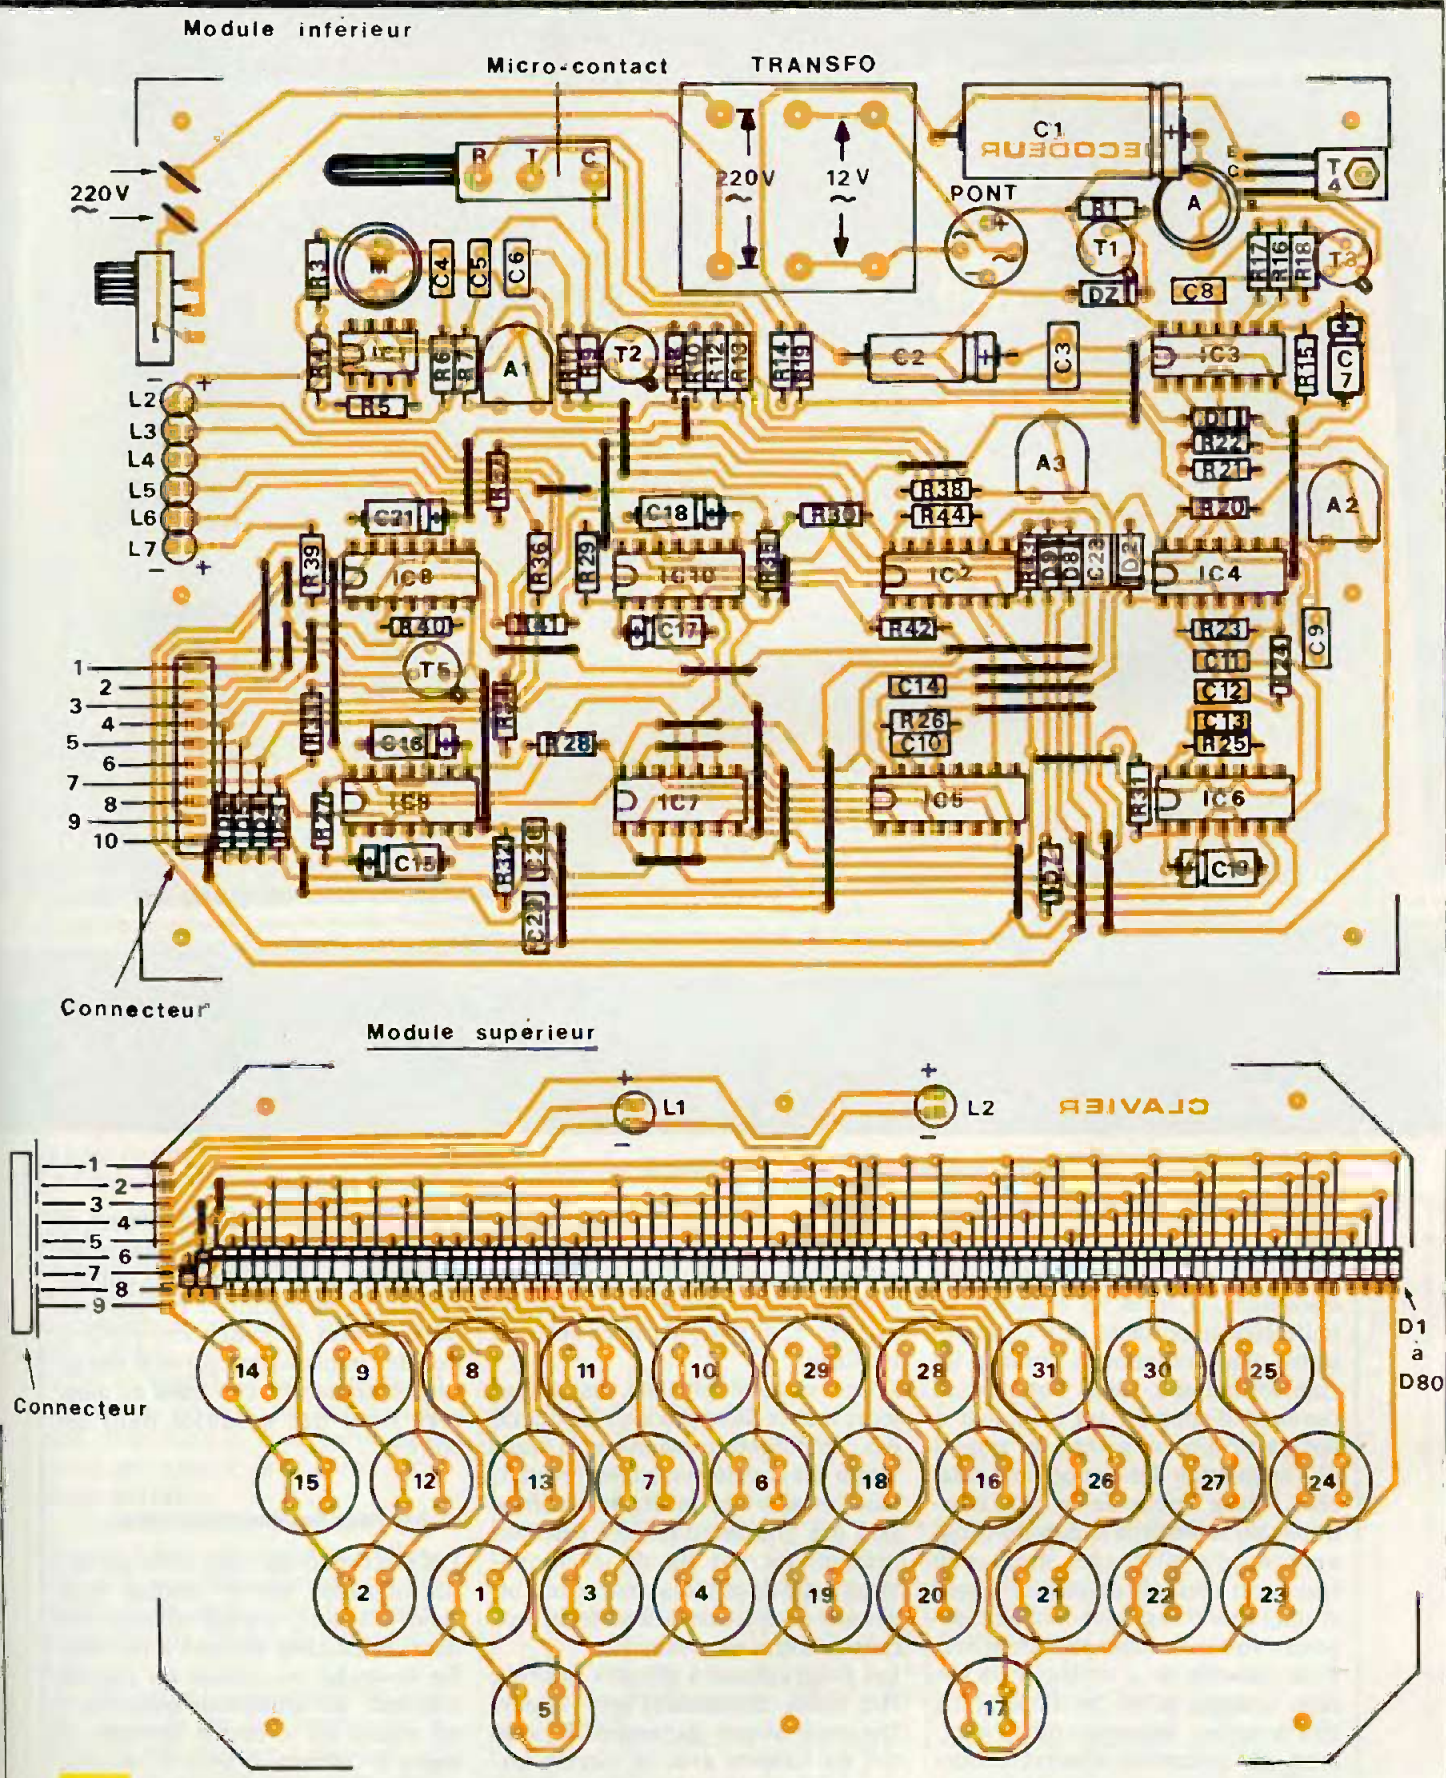

Fig. 14 Implantations des cartes.
b) L'implantation des composants (fig. 14)